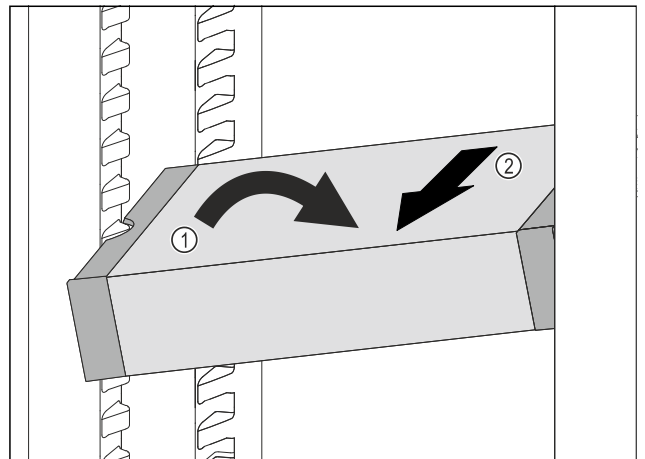

Fig. 124
- Impostare il vano frigorifero di VarioSafe ad angolo. Fig. 124 (1)
- Rimuovere VarioSafe tirando in avanti. Fig. 124 (2)